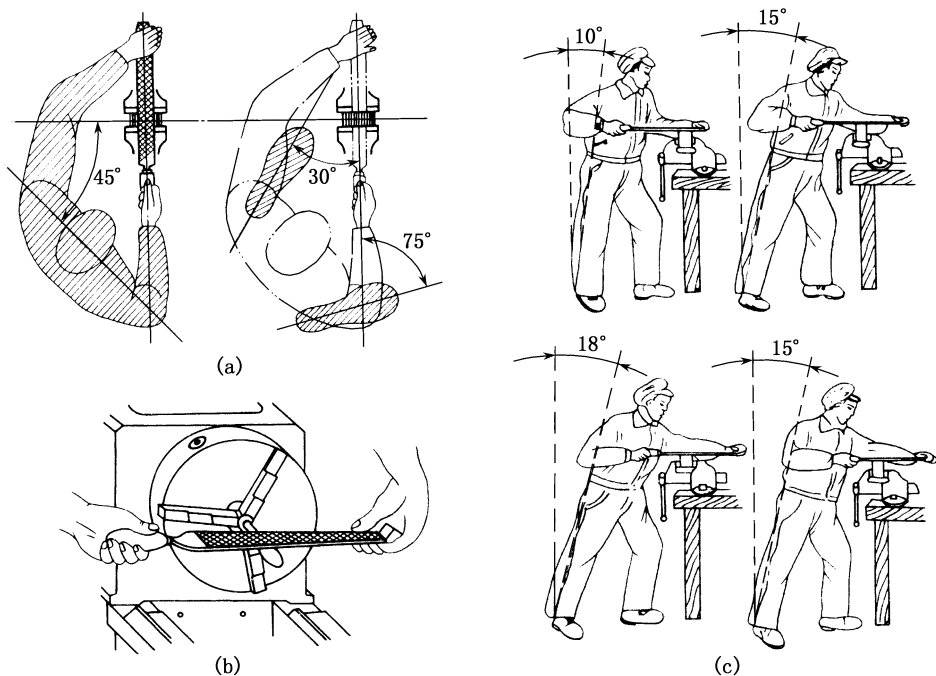

图 2-4 锉削姿势与动作要领
工件上面,如图 2-4(a)所示。
车工在车床用手锉刀修饰工件时,其姿势却与钳工有所不同。应为右脚靠前、左脚在后略成弓步;为了保证安全操作,避免卡盘或工件将衣袖缠绕面造成人身伤害,此时应以左手握锉刀柄,右手依附在锉刀前端面上,将锉刀端平,如图 2-4(b)所示。
② 锉削要领。钳工锉削时,为了保证锉刀平面平行推移,匀速前进,均衡施力,除了在锉削过程中始终端平锉刀外,还要求身体发力由腿步→腰部→大臂→小臂→手腕逐渐均匀传递,协调配合,并注意身体中心的前后移动过渡。锉刀向前推出时速度稍慢,收回锉刀时则稍快,如图 2-4(c)所示。